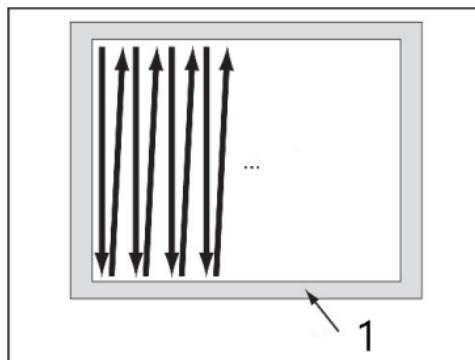

Fig. 11 – Ejemplo de un esquema simple de guiado de vías
9. Mueva la pieza de trabajo hacia delante y hacia atrás a través de los rodillos en un patrón superpuesto (vea la fig. 11 como ejemplo).